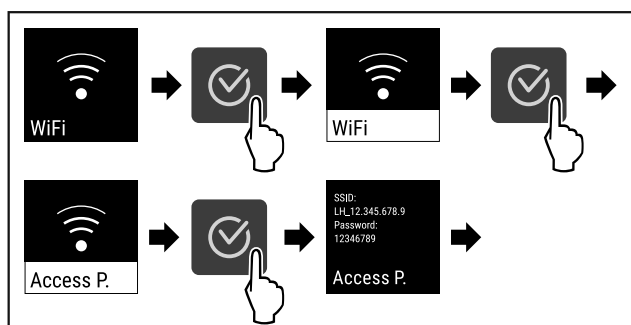

Fig. 85
- ▶ Atlikite veiksmus (žr. Fig. 85).